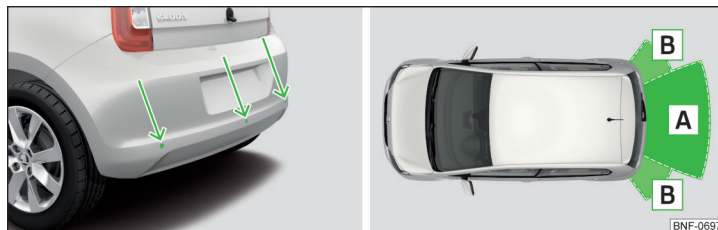

Fig. 125 Local de instalação dos sensores / Alcance dos sensores
- Mantenha os sensores » **Fig. 125 na página 108** do sistema limpos, sem neve e sem gelo e sem nenhum tipo de objetos, caso contrário pode ser limitar a função do sistema.
Com auxílio de ondas ultrassónicas, o sistema calcula a distância entre o para-choques e um obstáculo. Os sensores de ultra-som estão instalados no para-choques traseiro » **Fig. 125**.
Alcance aproximativa dos sensores » Fig. 125